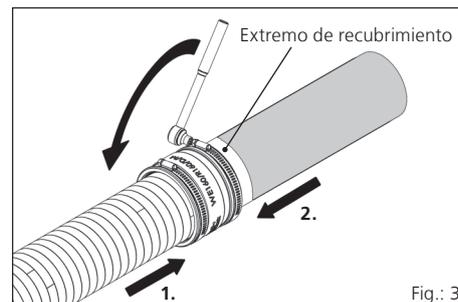

Fig.: 3
- 3** Antes de conectar el manguito y el lado sin recubrimiento de la manga de pared revestida de cemento ZVR, afloje la correa de sujeción y humedezca el interior del manguito con un poco de agua. A continuación, introduzca la manga de pared revestida de cemento con el lado sin recubrimiento hasta el tope (extremo del recubrimiento) con el manguito y apriete con la llave dinamo métrica según los valores de la **tabla 2** (véase la fig.: 3).